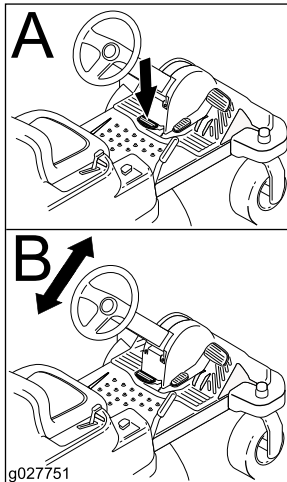

Bild 10
2. Stellen Sie das Lenkrad auf die gewünschte Stellung (Bild 10).